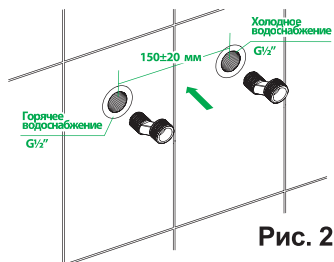

Рис. 2
1. Отключите систему горячего и холодного водоснабжения. Ввинтите эксцентрические переходники в выходы трубопроводов системы водоснабжения, предварительно уплотнив резьбовую часть изоляционным материалом. Подберите положение эксцентрических переходников, при котором они расположатся горизонтально на межосевом расстоянии 150 мм относительно друг друга, как показано на рис. 2.